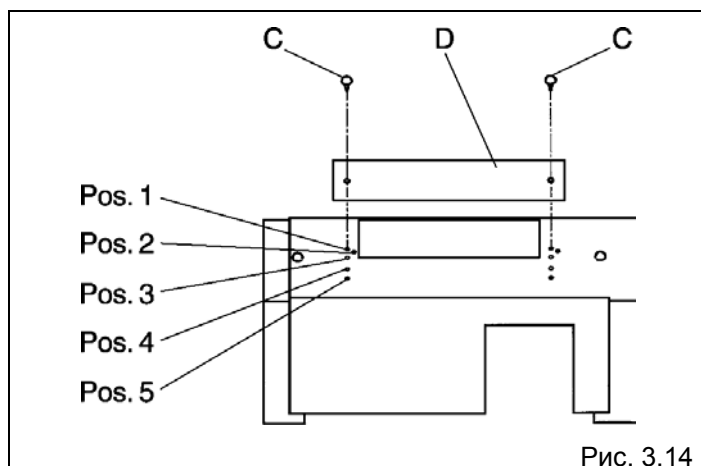

Рис. 3.14
На заводе заслонка котла устанавливается в положение «1» (рис. 3.14).
- Отвинтите 2 винта (С) и установите заслонку (D) в нужное положение (смотри таблицы на странице 15), после чего зафиксируйте ее с помощью винтов, которые были сняты перед этим (рис. 3.14).